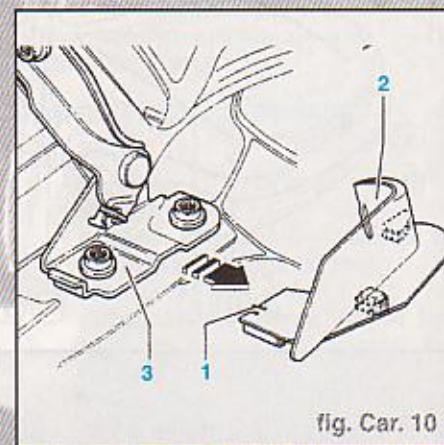

fig. Car. 10
- Soulever l'ergot de fixation (1) et détacher des charnières de capot (à gauche et à droite) le cache (2) de charnière de capot (3) en le tirant vers l'intérieur (flèche) (fig. Car. 10).